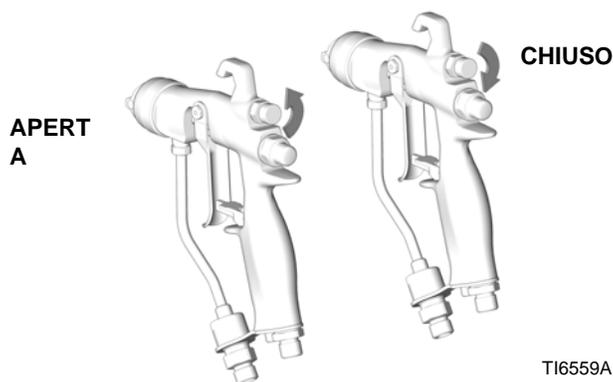

FIG. 14
4. Chiudere fuori l'aria di regolazione del getto girando la manopola in senso orario (dentro) del tutto. Vedere FIG. 14. In questo modo la pistola viene impostata sul getto più largo.
Per un ventaglio più stretto, ruotare la manopola della valvola di regolazione del ventaglio in senso antiorario (fuori). Vedere FIG. 14. Se il ventaglio non è abbastanza ristretto, aumentare di poco la pressione dell'aria alla pistola o utilizzare un ugello di dimensioni diverse. (Non disponibile per pistole con ugello RAC)